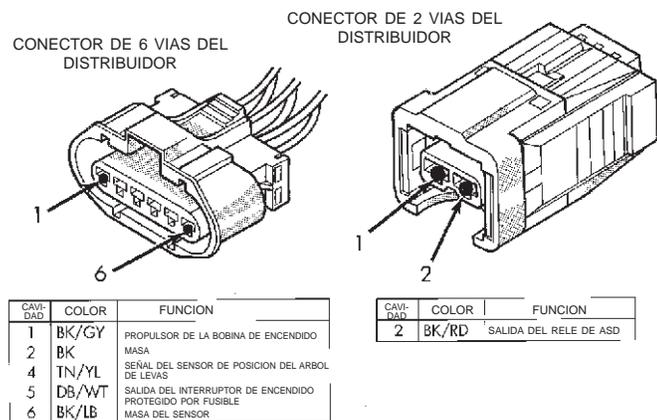

Fig. 19 Conectores del distribuidor
- (2) Retire la tapa del distribuidor. Consulte Servicio del distribuidor en esta sección.
- (3) Conecte el cable de bujía al borne de la bobina.
- (4) Arranque el motor y verifique si hay encendido en los electrodos de la bujía. Si no hay encendido, verifique si hay: (Fig. 19)
- (5) Si todos los circuitos muestran continuidad, reemplace el conjunto del distribuidor.